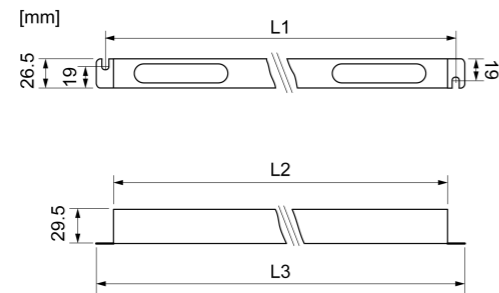

Bild 3: Maßzeichnung
- In der Nut Bohrungen für die Befestigung der Leuchten vorbereiten. Für den Abstand der Bohrungen Maßzeichnung beachten (Bild 3).